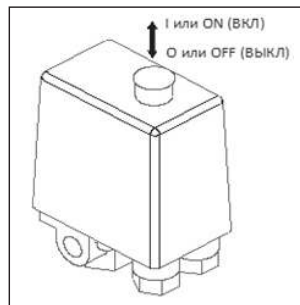

Рис. 6
- Проверьте, чтобы выключатель на реле давления находился в выключенном положении «О» / «OFF» (в зависимости от исполнения) (Рис. 6).
- Включите компрессор выключателем на реле давления. Для этого необходимо переключить выключатель в положение «I» или «ON» (в зависимости от исполнения) (Рис. 6).
ния) (Рис. 6). После этого остановится электродвигатель и произойдет сброс давления из нагнетательного воздухопровода и поршневого блока.